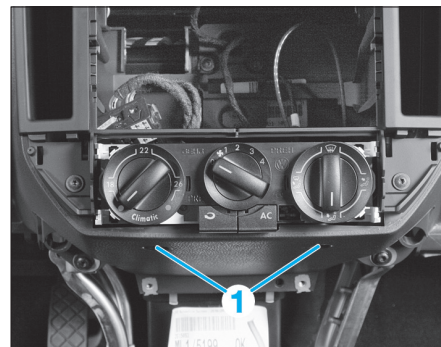

Fig. 10
- Déposer les vis (1) (Fig.10).